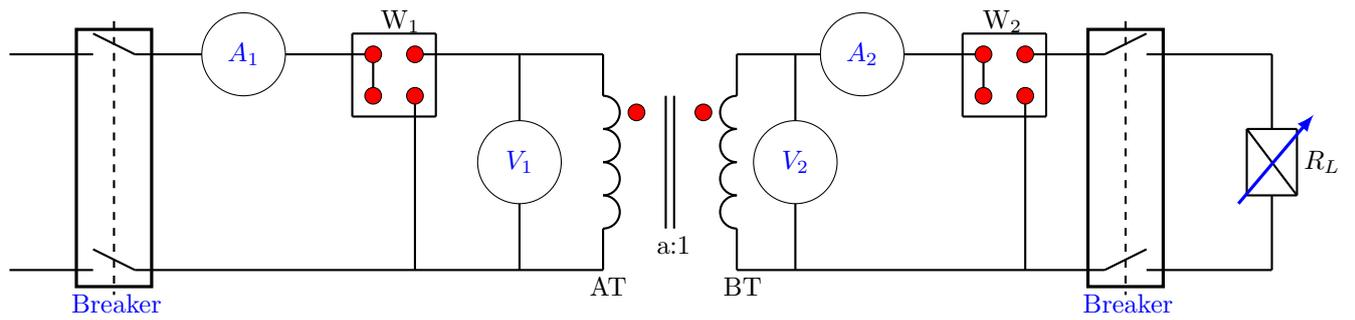

Figura 36: Conexión del transformador para carga puramente resistiva.
2. Conecte el circuito de la figura 36.
1. En el circuito de la figura 36 cambie R_L por L .
1. En el circuito de la figura 36 cambie R_L por C .